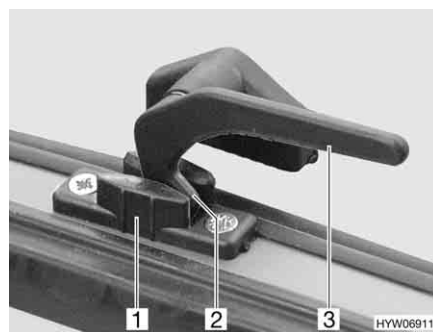

Bild 59 Verriegelungshebel in Stellung "Dauerbelüftung"
- in Stellung "Dauerbelüftung" (Bild 59)
- Den Verriegelungshebel (Bild 59,3) eine viertel Umdrehung zur Fenstermitte hin drehen.
- Den Verriegelungshebel eine viertel Umdrehung zum Fensterrahmen hin drehen. Die Verriegelungsnase (Bild 59,2) dabei in die Ausparung der Fensterverriegelung (Bild 59,1) einfahren.